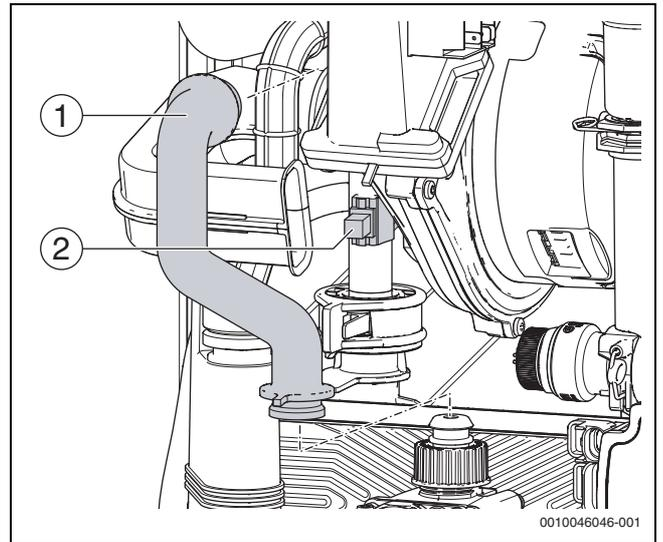

Fig. 129 Sustituir NTC en el tubo de retorno
- ▶ Ubicar el nuevo NTC en la superficie plana del tubo de impulsión (cerca de la entrada del intercambiador de calor) (→ fig. 129) (posición → capítulo 13.11, página 40).